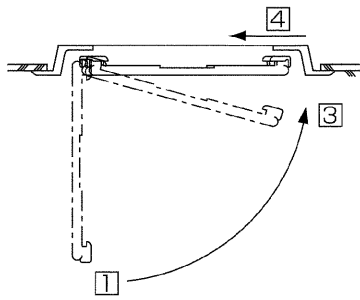

図13
- サービスパネルの片側を引掛け下図の図面 ① → ② → ③ → ④ の順番に動かして取付けます。(図13)